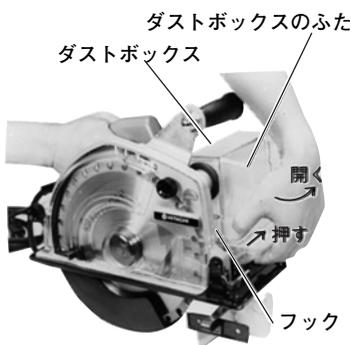
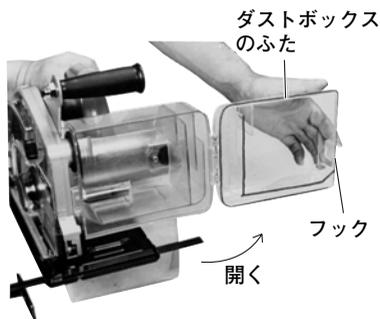

図 15
図 16
- (1) 切込み量を最大にします。
- (2) ダストボックス前方にあるフックを押し、ダストボックスのふたを開き、切りくずを捨てます（図15、図16）
- (3) ダストボックス内に付着している切りくずを乾いた布等できれいにふきとり、内部がよく見えるようにしてください。
- (4) ふたを閉じて、フックをかけてください。